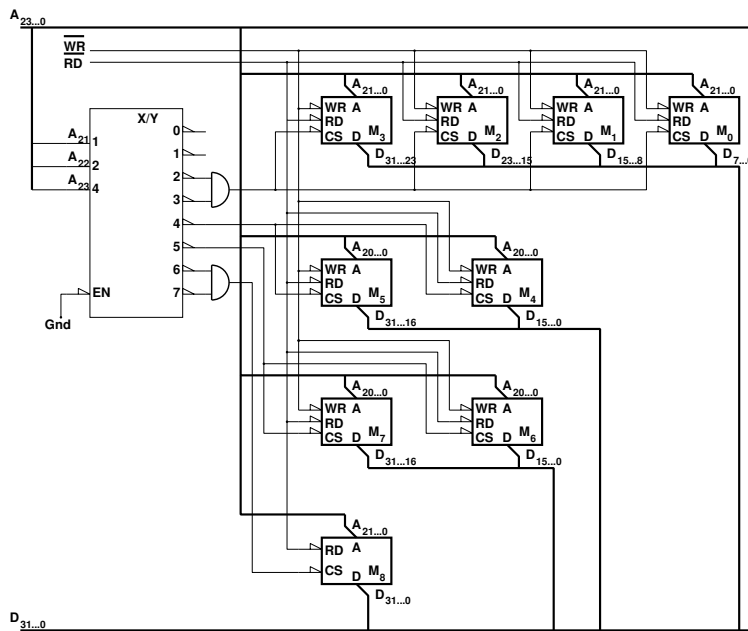

Figura 3
28. Considere o circuito da figura 3.